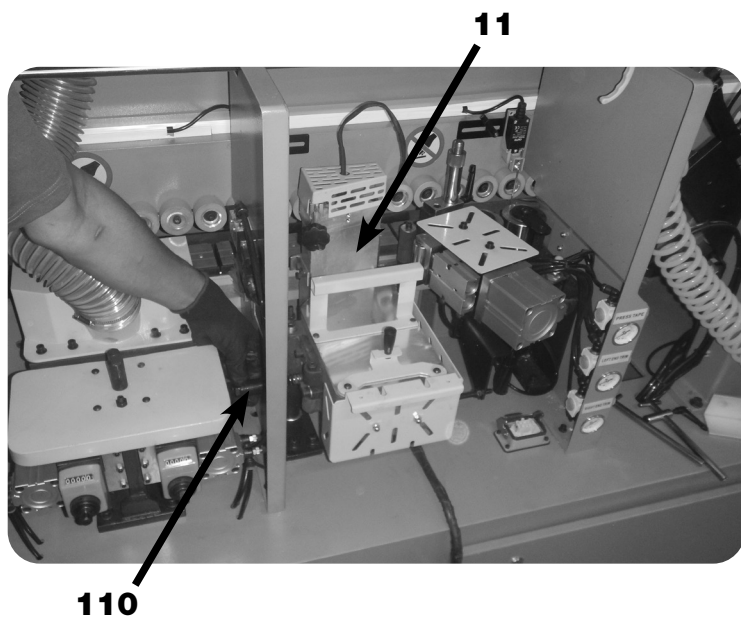
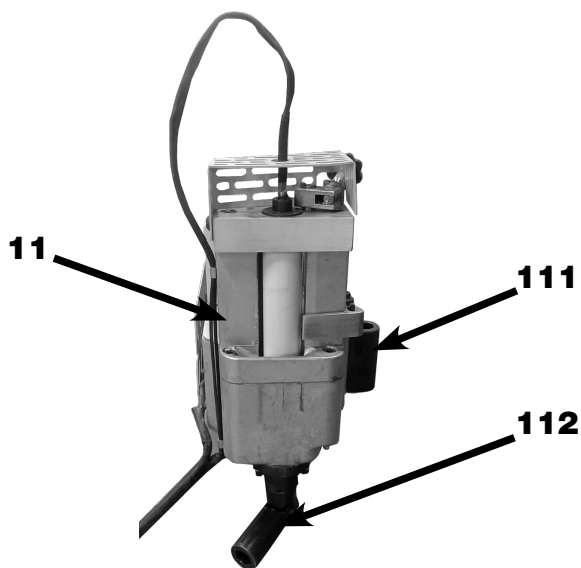

FIGURA 43 – Porca de Pressão do Coleiro
FIGURA 44 – Coleiro Novo
7. **REMOVER** a Porca de Pressão do Coleiro (110) (figura 43);
8. **REMOVER** o Coleiro (11);
9. **SUBSTITUIR** pelo novo Coleiro (11) (figura 44);
10. **REMOVER** a Porca de Pressão do Coleiro (110) (figura 43);
11. **REMOVER** o Coleiro (11);
12. **SUBSTITUIR** pelo novo Coleiro (11) (figura 44);
13. **INSTALAR** a Porca de Pressão do Coleiro (110) (figura 43);
14. **MONTAR** a Mesa de Passagem da Fita (87) (figura 44);
15. **INSTALAR** e **APERTAR** a Haste Direita (109) e Esquerda (88);
16. **CONECTAR** as Resistências do Coleiro (109).